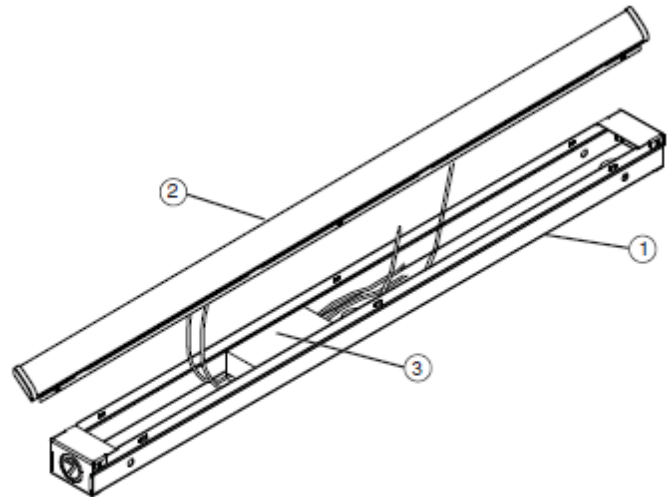

Figure 1
1. Remove fixture components and parts pack(s). Check that all parts are included. **See Fig. 1.**
1. Saque los componentes del luminario y paquete(s) de piezas. Compruebe que todas las piezas estén incluidas. **Vea Fig. 1.**
1. Retirer les composantes de l'appareil et tout emballage de pièces. S'assurer que toutes les pièces sont incluses. Voir la Fig. 1.